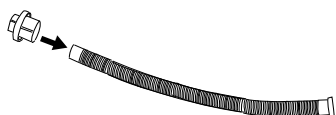
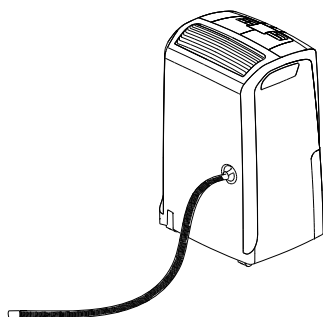

fig. 3
fig. 4
- 2) Introduzca el tapón de protección **1** hasta el fondo (fig.3) en el tubo de vaciado condensación (8) y, a continuación, enrosque totalmente el tapón de protección en la boquilla (fig. 4).